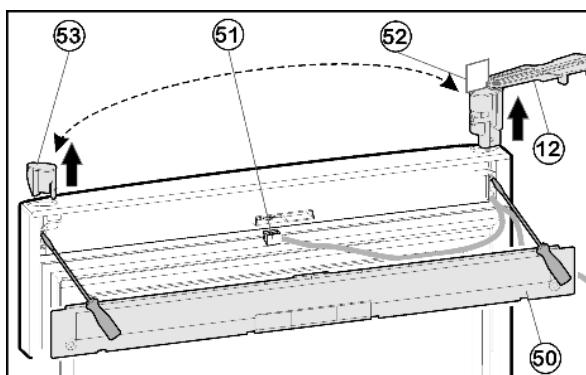

Fig. 10
- ▶ Снимите крышку Fig. 10 (50) на дверце с помощью отвёртки.
- ▶ Отсоедините разъем Fig. 10 (51).
- ▶ На верхней дверце поверните опорный кронштейн Fig. 10 (12) наружу параллельно краю дверцы.
- При помощи отвертки вытолкните опорный кронштейн Fig. 10 (12) снизу и снимите с двери вместе с кабелем.
- Извлеките пробку Fig. 10 (53) снизу при помощи отвертки и вставьте на другой стороне.
- Проденьте кабель опорного кронштейна Fig. 10 (12) на противоположной стороне и установите опорный кронштейн.
- Снимите шаблон Fig. 10 (52) и закрепите на опорном кронштейне.
- Вставьте разъем Fig. 10 (51).
- Зафиксируйте крышку Fig. 10 (50) на дверце.